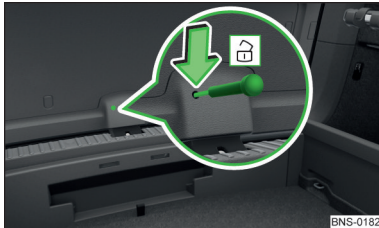

Abb. 357
- › In die Öffnung in der Klappenverkleidung » Abb. 357 einen Schraubendreher oder ein ähnliches Werkzeug bis zum Anschlag einführen.